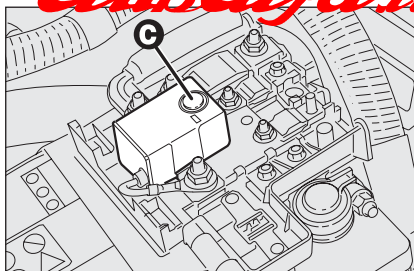

fig. 55
- ☐ premere il pulsante **C-fig. 55** per riattivare l'interruttore alimentazione elettrica.